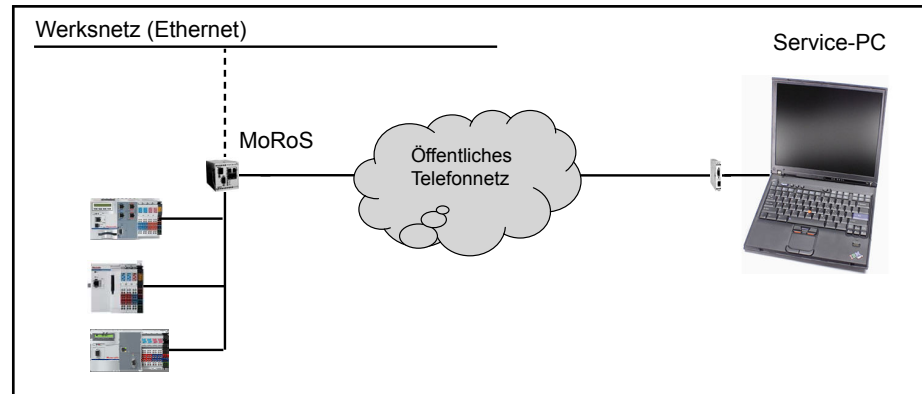

Abb. 14-2: DFÜ-Verbindung zwischen Service-PC und MoRoS
- DFÜ-Verbindung zwischen Service-PC und einem MoRoS, siehe Abb. 14-2 "DFÜ-Verbindung zwischen Service-PC und MoRoS" auf Seite 584
spielhaften Verbindungsaufbau siehe Abb. 14-2 "DFÜ-Verbindung zwischen Service-PC und MoRoS" auf Seite 584.